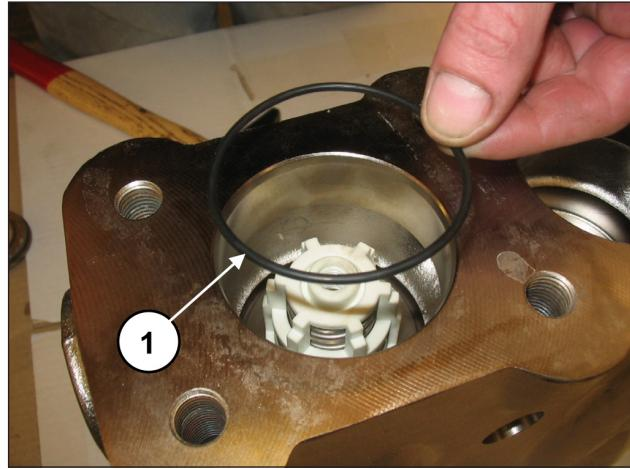

Рис. 127
Вставьте уплотнительное кольцо, поз. №17 на деталировочном чертеже (поз. ①, Рис. 127).